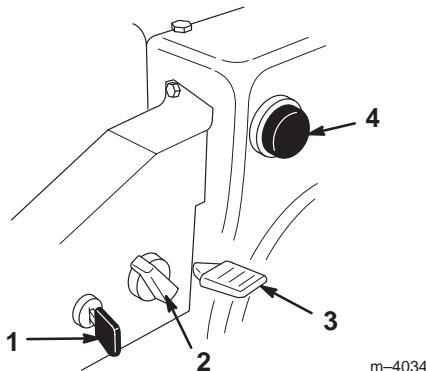

Bild 19
- Zündschloss** (Bild 19) – Stecken Sie den Zündschlüssel ein, bevor Sie den Motor starten. Ziehen Sie den Zündschlüssel, um den Motor abzustellen.
- Choke** (Bild 19) – Drehen Sie zum Anlassen eines kalten Motors den Choke im Uhrzeigersinn ganz auf *Ein*. Wenn sich der Motor erwärmt, drehen Sie den Choke langsam gegen den Uhrzeigersinn in die Position *Aus*.
- **Gashebel** (Bild 19) – Bewegen Sie den Gashebel nach oben, um die Motordrehzahl zu erhöhen, und nach unten, um die Drehzahl zu reduzieren. Stellen Sie den Gashebel auf *Stopp*, um den Motor zu stoppen.
- **Kaltstarthilfe** (Bild 19) – Betätigen Sie die Kaltstarthilfe, um eine geringe Kraftstoffmenge in den Motor zu pumpen, damit er sich bei kaltem Wetter leichter starten lässt.
2. Ziehen Sie den Zündschlüssel (Bild 19).
3. Ziehen Sie den Choke-Knopf (Bild 19).
5. Drehen Sie den Choke (Bild 19) auf *Ein*.
6. Stecken Sie den Zündschlüssel ein (Bild 19).
7. Decken Sie das Loch in der Mitte der Kaltstarthilfe (Bild 19) mit dem Daumen ab und drücken Sie diese drei Mal ein, wobei Sie jedes Mal einen Moment warten.
10. Sobald der Motor anspringt, drehen Sie den Choke (Bild 19) sofort in die 3/4-Position. Wenn sich der Motor erwärmt, drehen Sie den Choke in die 1/2-Position. Wenn der Motor warm gelaufen ist, drehen Sie den Choke in die Position *Aus*.